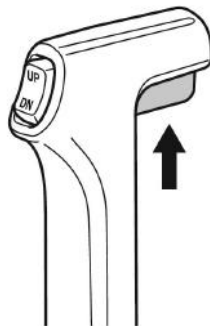

**Рис. 26 Положения рычага управления
Положения рычага управления представлены на Рис. 26.
5. Установите рычаг управления в нейтральное положение «N» (Рис. 26).